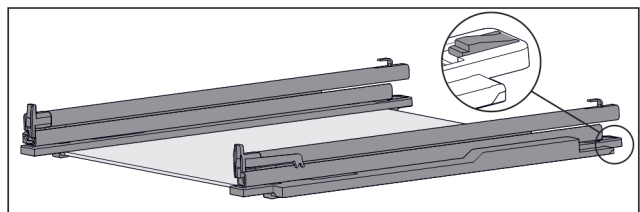

Fig. 52 Скляна пластина з рейками та деталями для підтримки
- ▶ Деталь для підтримки натиснути вниз (див. Fig. 52) і одночасно посунути рейку назад.